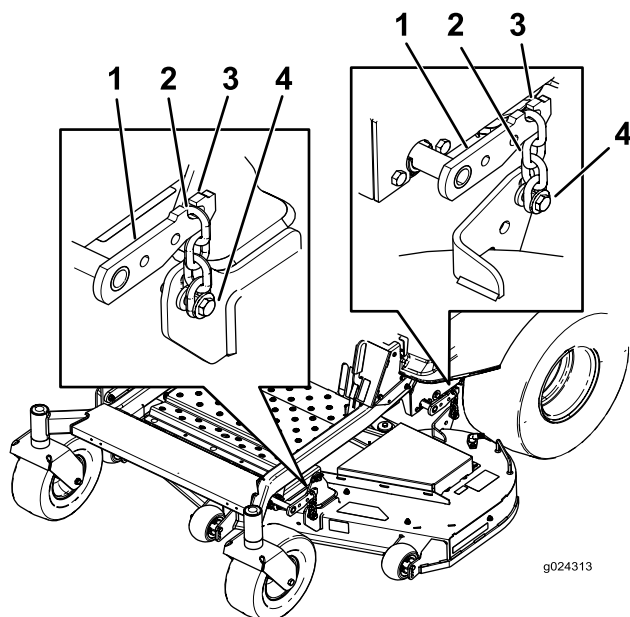

Bild 75
3. Entfernen Sie die Ketten von den Haken an den Mähwerkhubarmen (Bild 75).
6. Heben Sie das Heck des Mähwerks an und befestigen Sie die Ketten an den Mähwerkhubarmen (Bild 75).
7. Befestigen Sie die vorderen Ketten an den vorderen Hubarmen (Bild 75).